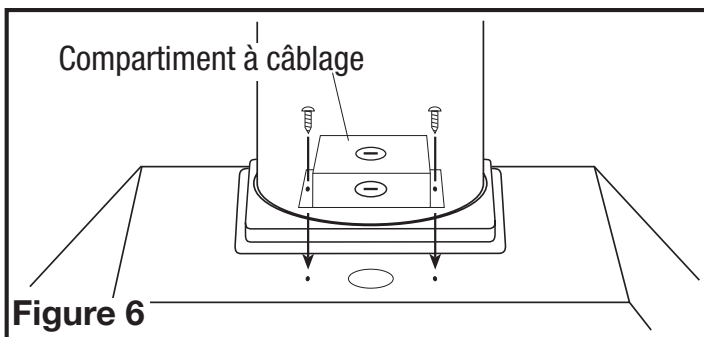

Figure 6
- 2 Fixez le compartiment de câblage à l'unité de puissance avec deux des vis #6 à tête époutée comprises (Figure 6).